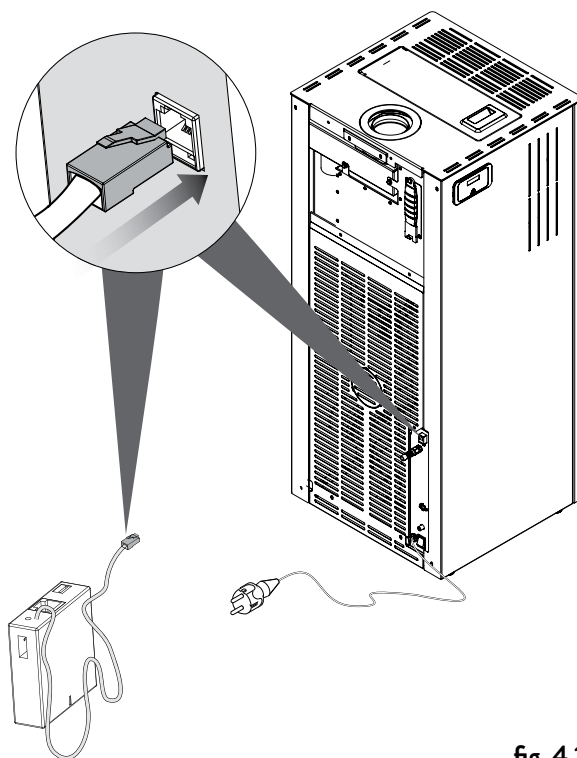

fig. 4.1
Para conectar la estufa a la Caja de Conexiones, basta con enchufar el conector RJ11 de la Caja de Conexiones (G) en la correspondiente toma hembra en la parte trasera de la estufa (fig 4.1).